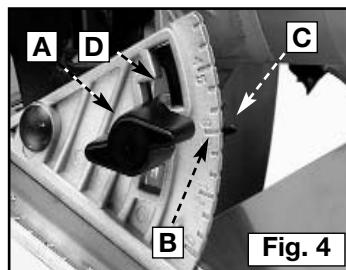

Fig. 4
1. Débloquez la poignée de réglage du biseau (A) Fig. 4.
2. Inclinez la base de la scie jusqu'à ce que la ligne de graduation désirée sur le segment de biseau (B) Fig. 4 soit alignée sur le repère (C) Fig. 4 sur le support.
4. Pour les coupes biseautées 45° plus grande que, placez le guide sur la marque 45°. Soulevez le levier de réglage biseauté dans de la fente (D) Fig. 4 et déplacez la base de scie à l'angle plus grand. Serrez le levier de réglage biseauté fermement.